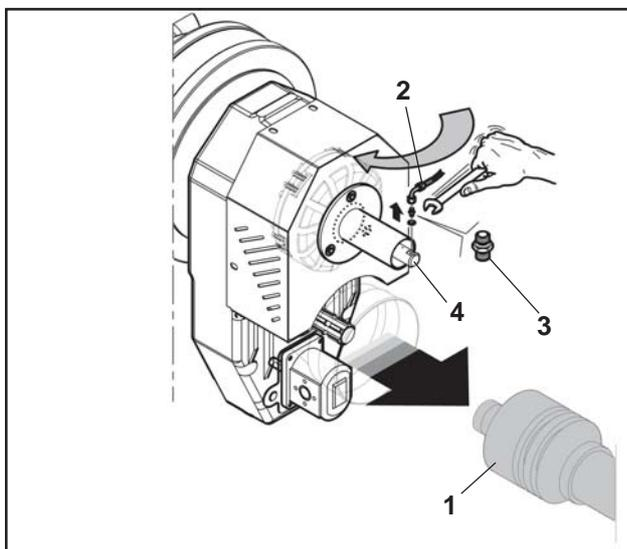

fig.1
- 7) rimontare il raccordo con tubo (2 fig.1).
- 8) inserire il cardano (1fig.1) sulla presa di forza.